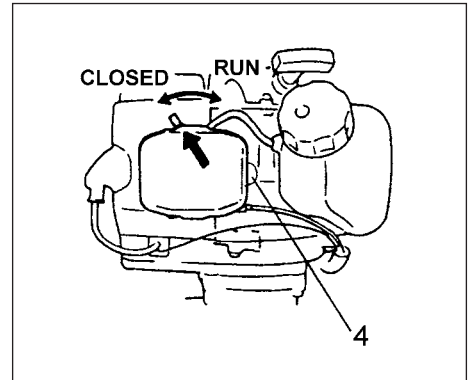

Fig. 2-3
- \* Tryk snapsepumpen (4) adskillige gange, så brændstoffet flyder gennem pumpen eller returrøret. (hvis udstyret med det) (Fig. 2-3).
3. Sæt chokeren i positionen CLOSED. (Fig. 2-3)
5. Når du hører motoren ønske at starte, så sæt chokeren tilbage til positionen RUN (åben). Træk så rekylstarteren kvikt igen. (Fig. 2-3)